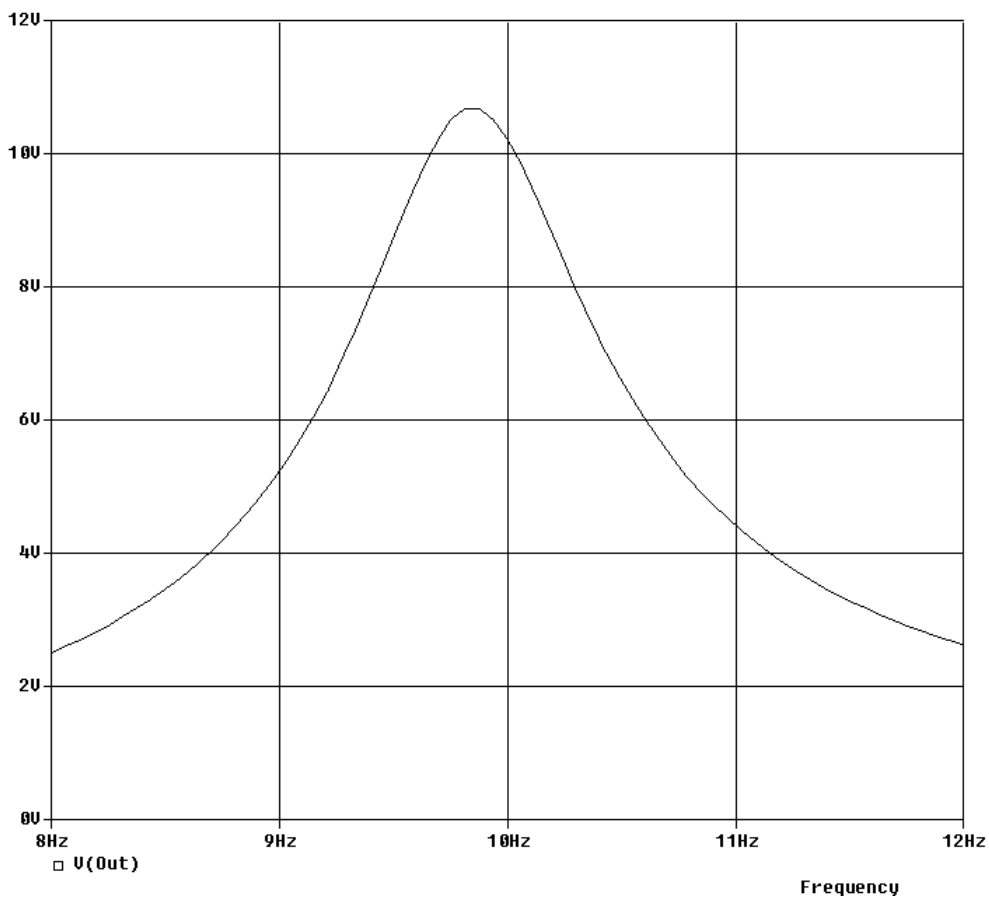

Рисунок 8.6 – АЧХ полосового фильтра до оптимизации
**8.4.2** Запустить симуляцию. График АЧХ до оптимизации (**рис. 8.6**) сохранить в заготовке отчета.